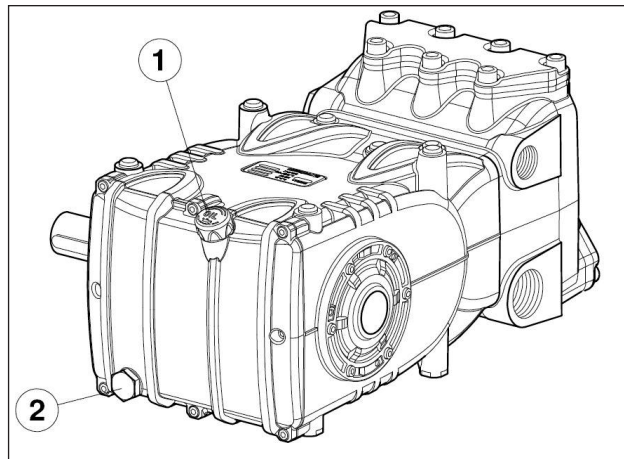

Abb. 3
Die Ölstandskontrolle hat mit der Pumpe auf Umgebungstemperatur zu erfolgen, für den Ölwechsel soll die Pumpe dagegen auf Betriebstemperatur sein. Entfernen Sie dazu den Ölmesstab, Pos. ①, und anschließend den Verschluss, Pos. ②, Abb. 3.
Führen Sie einen Temperaturfühler in den Ölablassverschluss ein, Pos. ② Abb. 3.